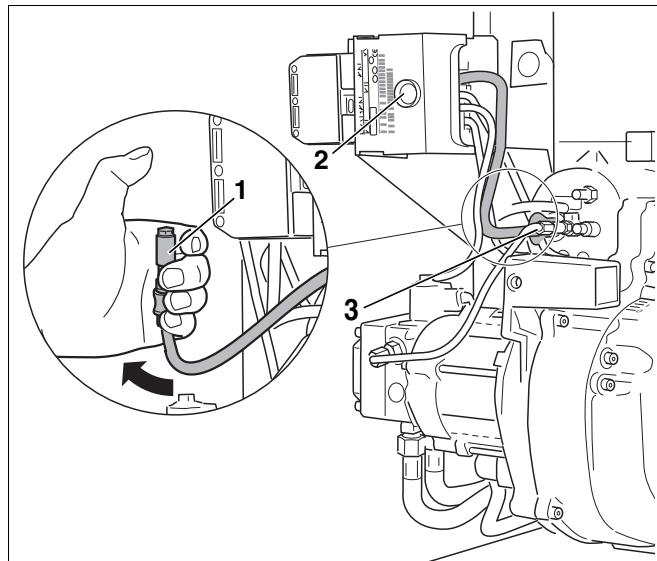

Рис. 32 Проверка работы датчика пламени
- При работающей горелке вынуть датчик пламени из держателя (Рис. 32, **поз. 3**).
- Закрыть датчик пламени (Рис. 32, **поз. 1**). После повторного запуска должно произойти отключение из-за неисправности.
- По истечении времени ожидания, составляющего примерно 30 секунд, нужно разблокировать автомат горения дизельного топлива, нажав кнопку подавления помех (Рис. 32, **поз. 2**).